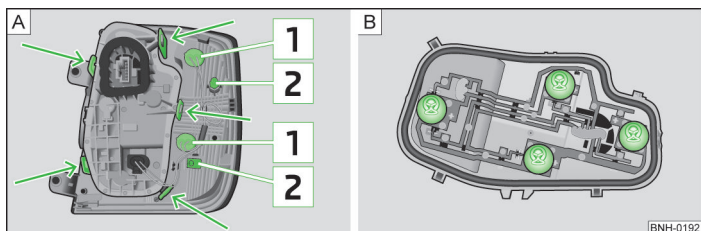

Abb. 179 Äußerer Teil der Leuchte / Innerer Teil der Leuchte
- › Die Rückleuchte vorsichtig in die Karosserie hineindrücken, sodass die Bolzen **2** » Abb. 179 auf Seite 210 an der Leuchte in die Aufnahmen in der Karosserie eingreifen » **B**.
- › Die Lampenfassung » Abb. 179 entgegen dem Uhrzeigersinn drehen und aus dem Leuchtengehäuse herausnehmen.
- › Den Lampenhalter an den mit Pfeilen gekennzeichneten Verriegelungslaschen entriegeln » Abb. 179 - und den Lampenhalter aus der Rückleuchte herausnehmen.
- › Die Lampenfassung » Abb. 179 - bis zum Anschlag **entgegen dem** Uhrzeigersinn drehen und aus dem Leuchtengehäuse herausnehmen.